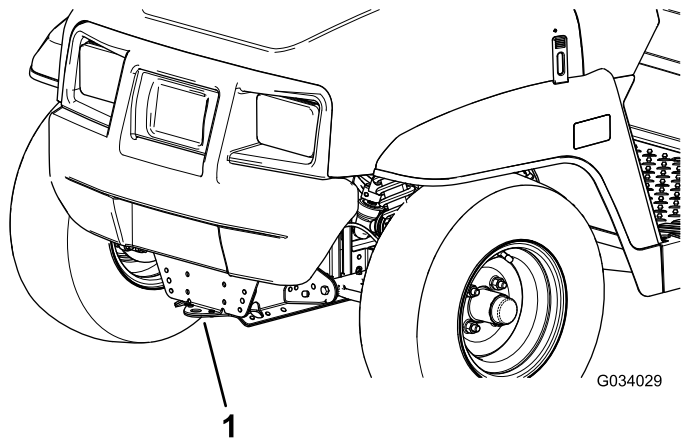
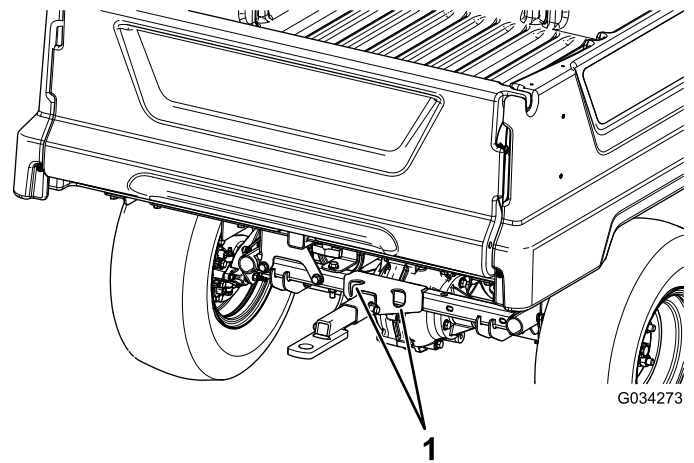

図 20
図 21
長距離を搬送する場合には、機体と同じ幅のランプ板のついたトレーラを使用してください。その場合、車体をトレーラに確実に固定して輸送してください。ロープがけのポイントについては図 20 と 図 21 を参照してください。
2. 機体前部にある牽引トングにロープなどの牽引索を取り付ける 図 20。